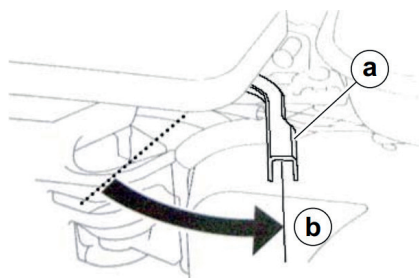

рис. 11.
- Переведите рычаг управления дроссельной заслонкой в положение медленный ход (Рис. 11).
2. Переведите двигатель в режим холостого хода, для этого переведите рычаг газа в положение холостых оборотов двигателя (Рис. 11).